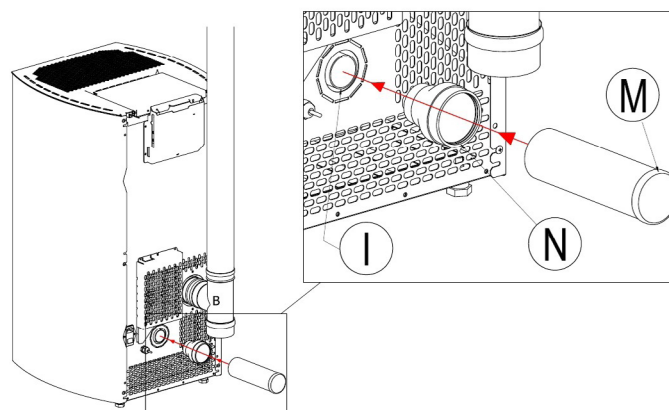

Fig. 8 - Verbindingen
- Sluit N met Q aan met behulp van een flexibele of stijve buis met een diameter van 60 mm en met een maximale lengte van 2 meter (zie **Fig. 8 op pag. 11**).